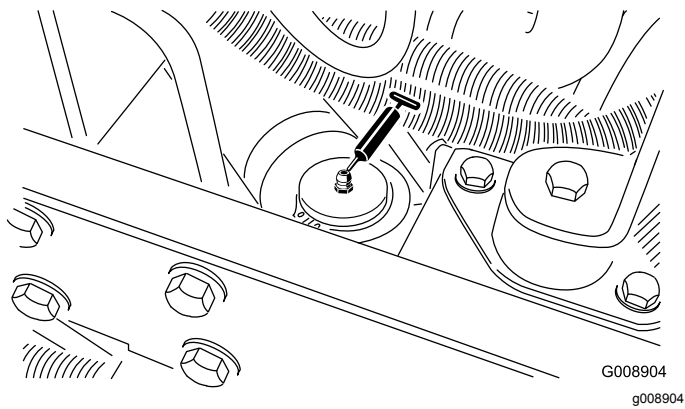

**Figure 43**
- Belt-tension pivot (Figure 43)